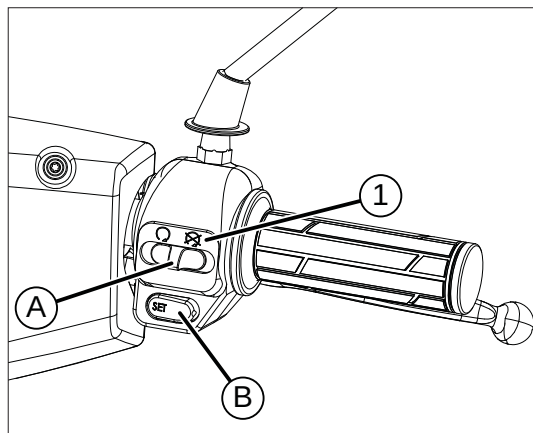

fig. 2
1. spostare la leva A fig. 2 nella posizione 1 lasciando la chiave di avviamento in posizione ON;